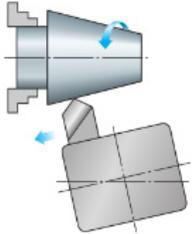

Рис. 5.37. Обработка конуса при повернутых верхних салазках суппорта
- при повернутых верхних салазках суппорта (рис. 5.37);